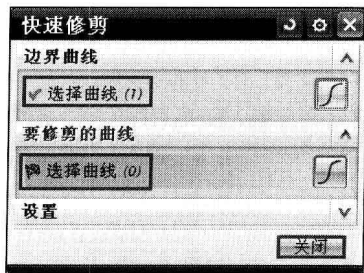

图1-13 “快速修剪”对话框
❶ 08: 在菜单栏中选择“编辑”→“曲线”→“快速修剪”命令，或者在“草图工具”工具栏中单击（快速修剪）按钮，弹出如图1-13所示的“快速修剪”对话框。